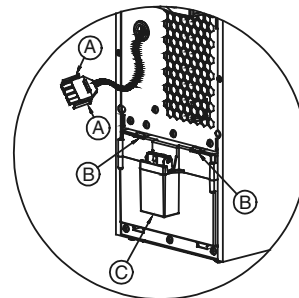

Fig. 6-3
3. Le pack batteries est raccordé au reste de l'ASI par un câble à borne. Se référer à la Fig. 6-3.